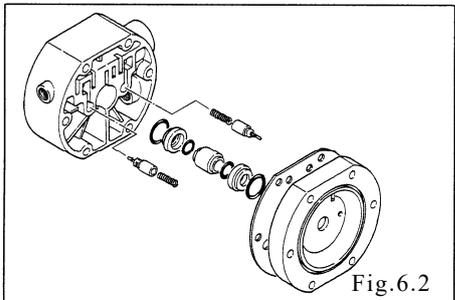

Fig.6.2
- Retire el cuerpo B. [Fig. 6.2]
- Extraiga el conjunto de la válvula piloto. [Fig. 6.2]
- Retire la empaquetadura, el manguito y la guía. [Fig. 6.2]